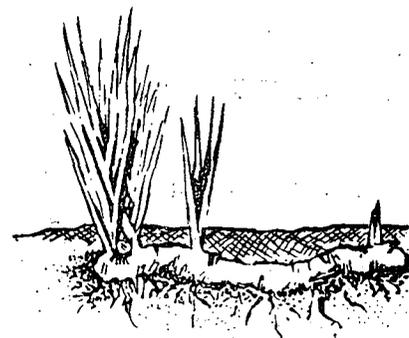

Fig. 11
*Rizomas.* Crescem horizontalmente e emitem ramos aéreos. Ex: lírios (fig. 11).